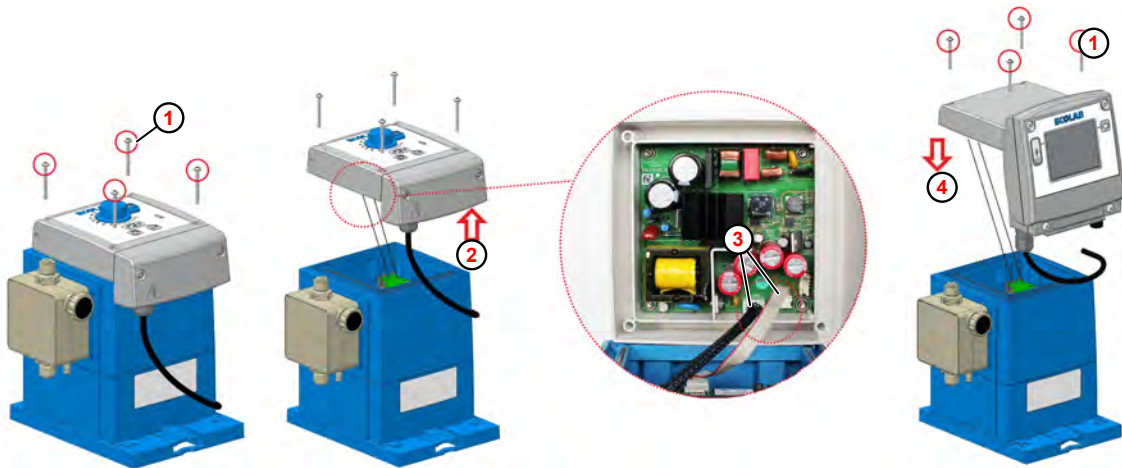

Abb. 37: Aufrüstung auf EcoAdd
- ① Befestigungsschraube
- ② Steuereinheit abziehen
- ③ Stecker
- ④ Steuereinheit aufsetzen
1. ► Befestigungsschrauben (Abb. 37 , ①) der **EcoPro**-Steuereinheit mit einem Torx-Schlüssel (TX25) lösen.